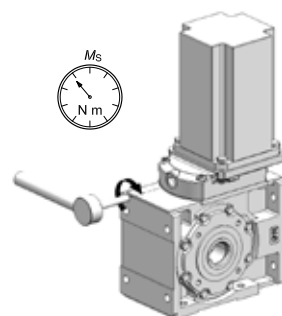

fig. 4
- compléter avec clé dynamométrique le serrage jusqu'à atteindre le moment de serrage indiqué dans le tableau (voir page 12); Pendant cette opération il faut prêter attention à ne pas modifier la position axiale de la bague de blocage, voir fig. 4);